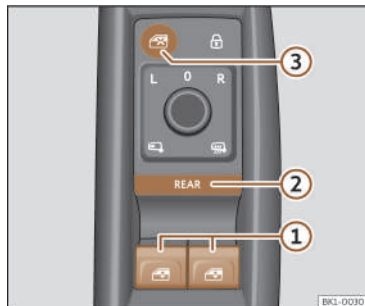

Fig. 75 Particolare della porta del conducente: comandi per i finestrini.
- ① Tasti degli alzacristalli elettrici.
- ② Tasto **REAR** per attivare il funzionamento degli alzacristalli elettrici posteriori e l'apertura e chiusura comfort.
- ③ Pulsante per disattivare i tasti degli alzacristalli delle porte posteriori.
Per impostazione predefinita, gli alzacristalli elettrici delle porte anteriori si possono gestire con i tasti >>> **fig. 75 ①**.
REAR Premere brevemente il tasto >>> **fig. 75 ②** per attivare la gestione degli alzacristalli elettrici delle porte **posteriori**. Quando viene attivato il funzionamento degli alzacristalli elettrici delle portiere posteriori, la luce del tasto si accende.
Azionare il bottone >>> **fig. 75 ③** per disattivare i tasti degli alzacristalli elettrici nelle porte posteriori. Quando questi tasti sono disabilitati, la luce del pulsante si spegne.